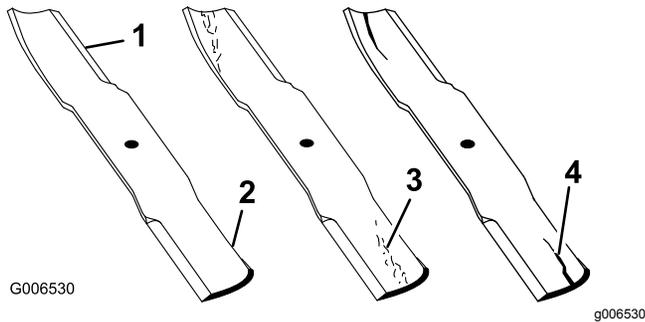

図 29
2. ブレードの切っ先を注意深く観察、特に、直線部と曲線部が交わる部分をよく観察する 図 29。この、直線部と曲線部の交差域は、砂などによる磨耗が進みやすい部分なので、機械を使用するまえによく点検することが必要。磨耗が進んでいる場合 図 29にはブレードを交換する ブレードの取り外しと取り付け \(ページ 20\)を参照。
ブレードの磨耗を放置すると、ブレードのセイル部と平坦部との間に割れ目が発生する 図 29。この割れ目が拡大すると、最終的にはブレードがちぎれてハウジングの下から飛び出し、これがオペレータや周囲の人に当たると重大な人身事故となる。